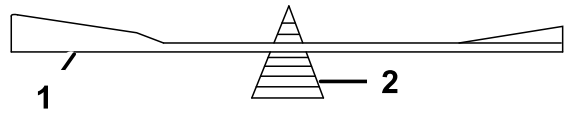

Figura 59
- Verifique o equilíbrio da lâmina colocando-a num equilibrador de lâminas (Figura 59).